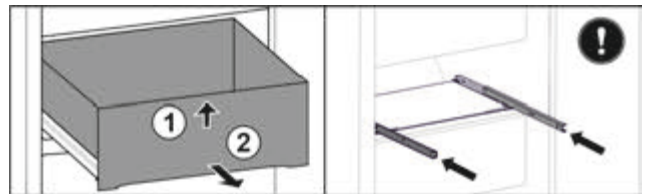

Fig. 45
- ▶ Підняти висувний ящик спереду. Fig. 45 (1)
- ▶ Вийняти висувний ящик рухом вперед. Fig. 45 (2)